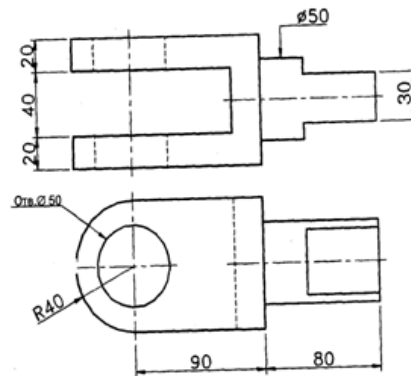

Рис.4.1
4. Выполнить изометрический чертеж детали Вилка (см.рис.4.1, 4.2)